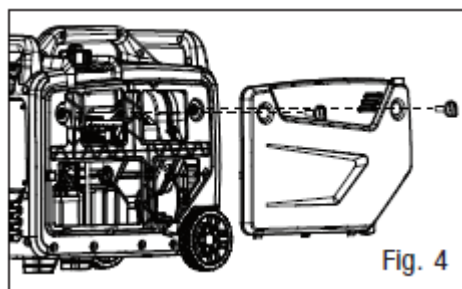

Рис. 4
2. Відкрутіть дві ручки та зніміть кришку технічного обслуговування з бокової панелі (рис. 4). Викрутіть масляний щуп із двигуна.